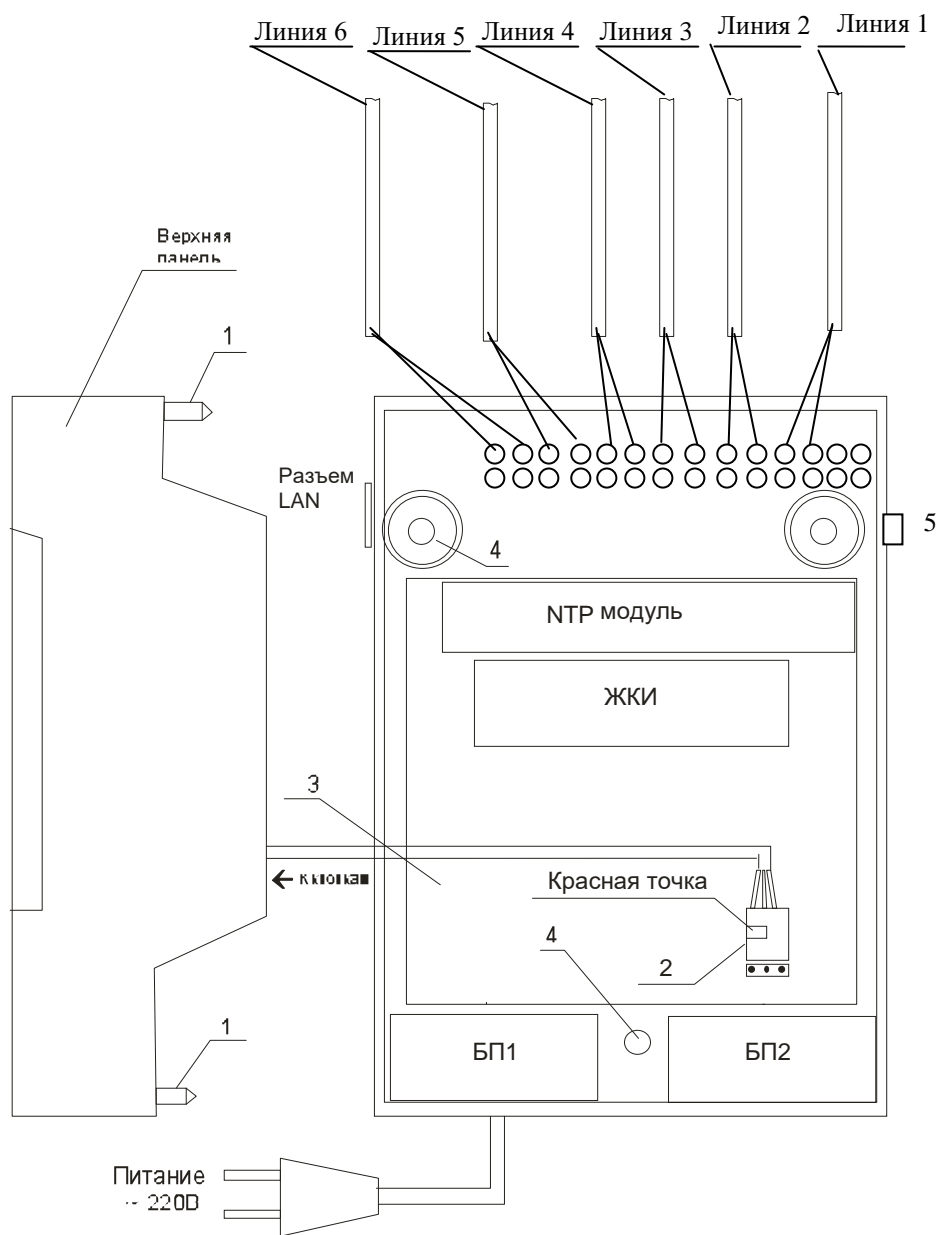

Рис. 1.
4.1. Выверните четыре винта 1, расположенных на верхней панели ЧС (см. Рис.1). Осторожно снимите верхнюю панель, отсоединив разъем 2, соединяющий кнопки с печатной платой 3.
4.4. Подсоедините линии вторичных часов в соответствии со схемой рис.1.